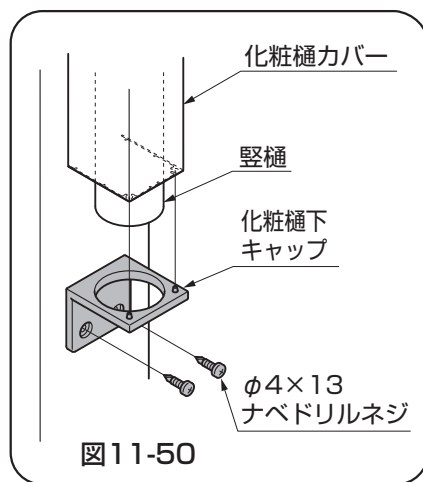

図11-50
- ③ 化粧樋下キャップを豎樋・化粧樋カバーに差込み、柱に「φ4×13ナベドリルネジ」で取付けてください。（図11-50参照）